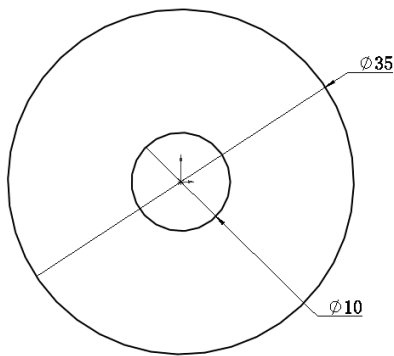

图 3-7 绘制草图尺寸
**02** 绘制草图。在左侧的“FeatureManager 设计树”中用鼠标选择“前视基准面”作为绘制图形的基准面。单击“草图”控制面板中的“圆”按钮，在坐标原点绘制直径为 10 和 35 的圆，标注尺寸后结果如图 3-7 所示。